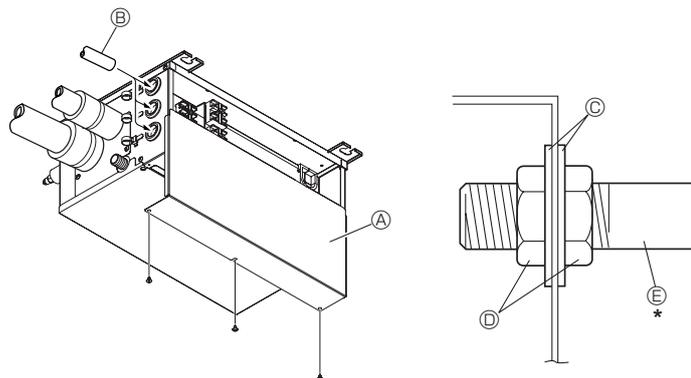

Fig. 9-4
9.1. Quando si usa il tubo protettivo (Fig. 9-4)